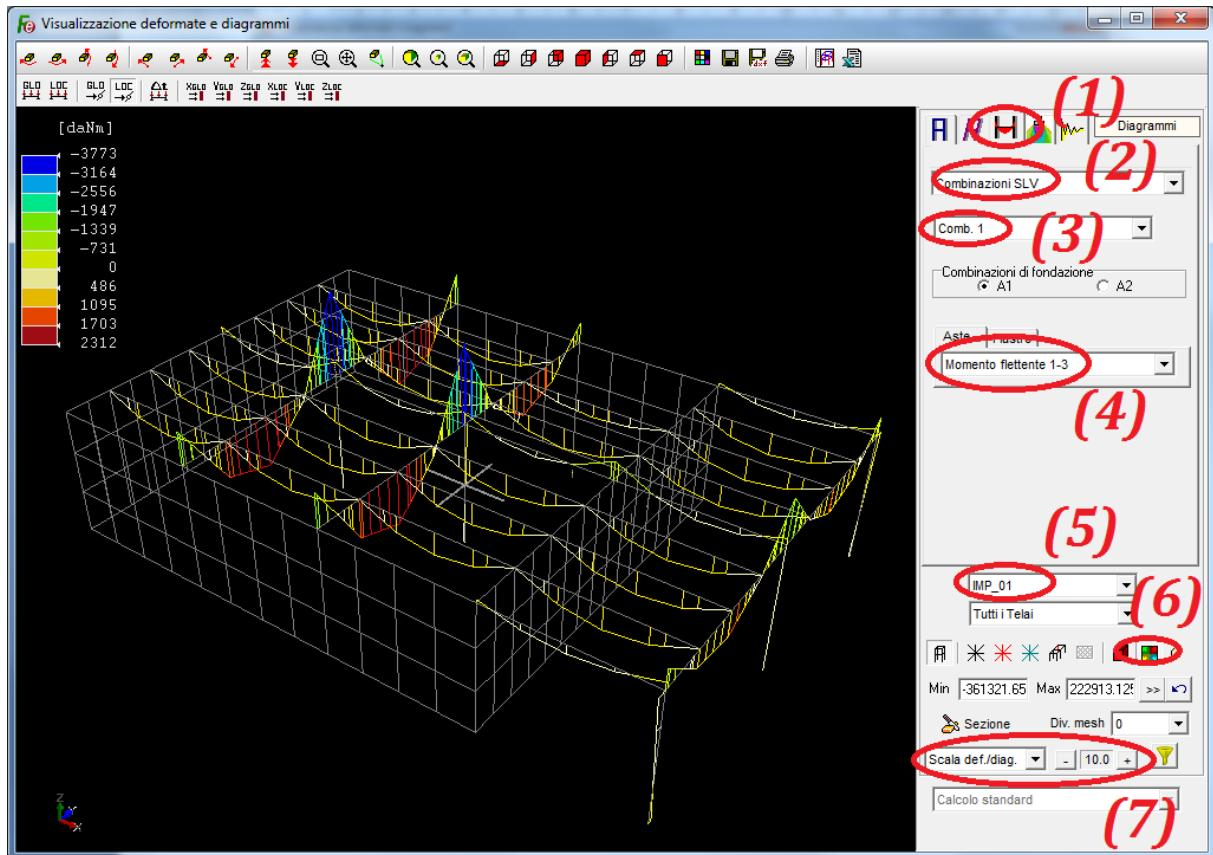

Figura 42
Volendo, ad esempio, visualizzare la deformata dovuta ai soli carichi variabili derivanti dalla scala, con riferimento alla figura 42, selezionare (1) la scheda “Visualizzazione deformate”, dall’apposito selettore (2) scegliere l’opzione “Condizioni” mentre dal selettore delle azioni (3) attivare la voce “SCALA QK”.